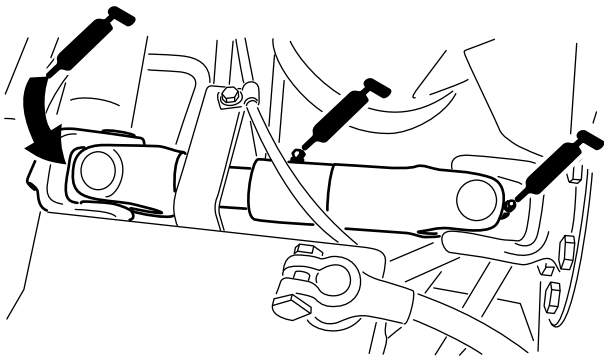

Figure 52
- Joint de cardan d'arbre d'entraînement de pompe (3) (Figure 52)